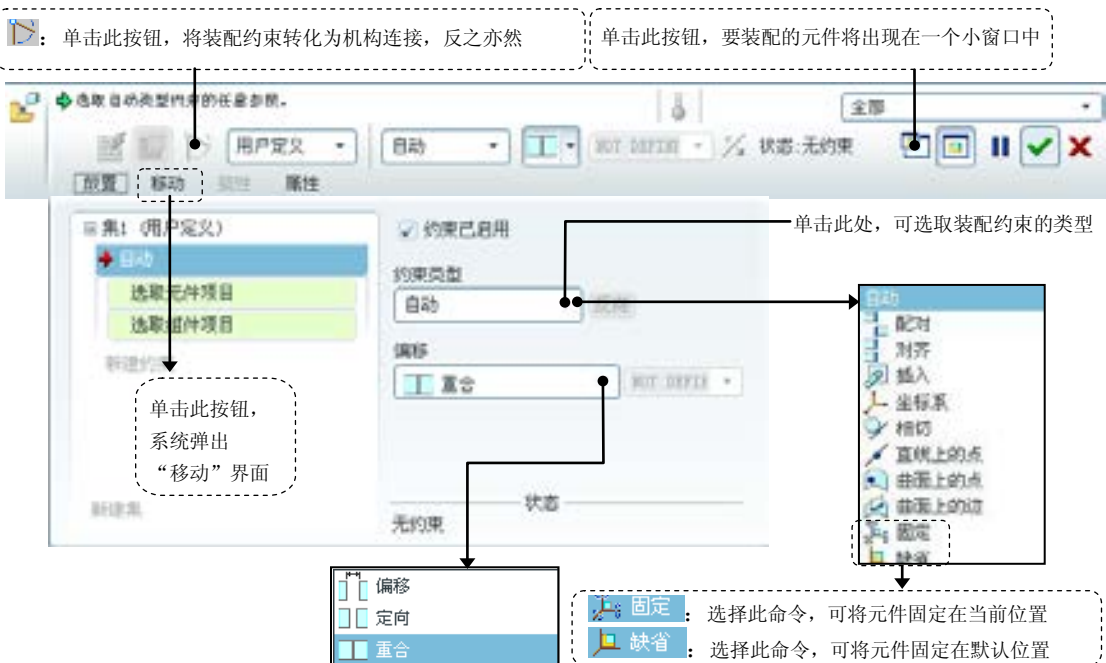

图 7.2.6 元件放置操控板
(2) 此时系统弹出文件“打开”对话框，选择驱动杆零件模型文件 `actuating_rod.prt`，然后单击 **打开** 按钮。
Step2. 完全约束放置第一个零件。完成上步操作后，系统弹出图 7.2.6 所示的元件放置操控板，在该操控板中单击 **放置** 按钮，在“放置”界面的 **约束类型** 下拉列表中选择 **缺省** 选项，将元件按默认放置，此时 **状态** 区域显示的信息为 **完全约束**；单击操控板中的 **确定** 按钮。
在图 7.2.6 所示的元件放置操控板中，单击按钮即可打开一个包含要装配元件的辅助窗口，如图 7.2.14 所示。在此窗口中可单独对要装入的元件（如手柄零件模型）进行缩放（中键滚轮）、旋转（中键）和平移（Shift+中键）。这样就可以将要装配的元件调整到方便选取装配约束参照的位置。
当引入元件到装配件中时，系统将选择“自动”放置，如图 7.2.6 所示。从装配体和元件中选择一对有效参照后，系统将自动选择适合指定参照的约束类型。约束类型的自动选择可省去手动从约束列表中选择约束的操作步骤，从而有效地提高工作效率。但某些情况下，系统自动指定的约束不一定符合设计意图，需要重新进行选取。这里需要说明一下，本书中的例子，都是采用手动选择装配的约束类型，这主要是为了方便讲解，使讲解内容条理清楚。